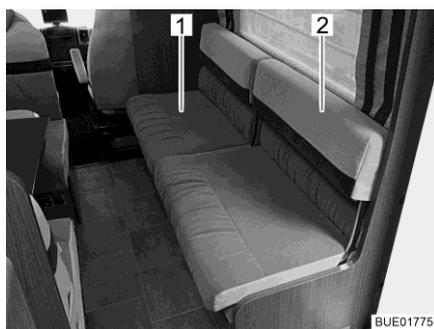

Fig. 98 Regolazione del piano di seduta
- Sollevare leggermente (Fig. 98,1) il piano di seduta.
- Afferrare il cuscino per la nuca (Fig. 98,2) e inclinarlo con cautela verso il basso.